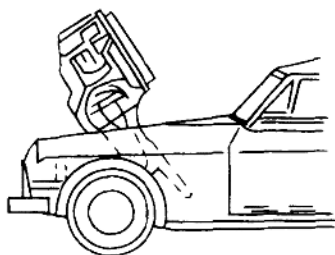

图 2-2 吊下发动机
(1) 拆下发动机上的搭铁线、发电机配线、起动机配线、分电器配线、水温 and 机油传感器塞的配线；拆去热敏开关和电扇的连接线等。
(2) 放出冷却系统中的冷却液，从散热器盖上、缸盖上拔掉冷却液软管，松开散热器支架，将散热器、风扇及护风罩整体取出。
(3) 拆除空调器固定架，拔出燃油系统进油管、回油管，从分电器上拔下高压线插头；拆下化油器上感应塞的连接线、真空管、油门操纵拉索和片簧插头。
(4) 拆下空气滤清器，拆下加速踏板拉线夹，从加速踏板拉线杠杆支座上拆开拉线。
(5) 取下离合器操纵钢丝绳；用千斤顶顶住变速器。
(6) 拆下起动机固定螺丝，拆下发动机和变速器的连接螺栓，拆下飞轮壳的固定螺栓。
(7) 拆卸发动机支座橡胶缓冲块上的固定螺栓。
(8) 用吊杆前端挂入发动机前右侧上部吊耳，后端挂入飞轮上部吊孔，用手稳住将发动机从轿车前端缓缓吊起，如图 2-2 所示。吊起过程中应使用防护罩，轻松摆动发动